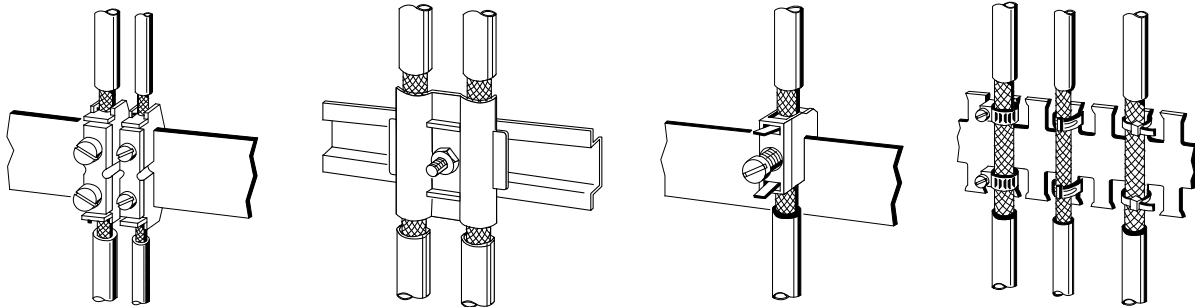

Bild 3.26 Befestigen von geschirmten Leitungen mit Kabelschellen und Schlauchbindern
- Benutzen Sie zur Befestigung der Schirmgeflechte Kabelschellen aus Metall, Die Schellen müssen den Schirm großflächig umschließen und guten Kontakt ausüben (--> Bild 3.26).